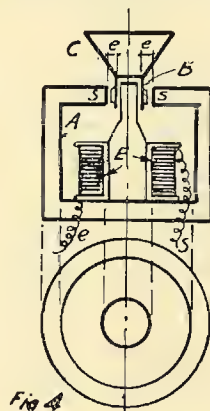

Fig. 4
Abbiamo parlato di perfezione: or bene, essa è praticamente possibile usando un *altoparlante elettrodinamico*. Ne diamo in fig. 4 la disposizione di principio. Si ha essenzialmente un'elettrocalamita cilindrica, le cui polarità sono determinate da un avvolgimento E, di entrata e di uscita s, percorso da una corrente continua detta di eccitazione. Il nucleo centrale di ferro dà, per esempio, un polo Nord (N) e la carcassa cilindrica un polo Sud (S), o al contrario, secondo il senso della corrente nella bobina di eccitazione E.
Ne risulta che si ha un intraferro circolare e (fig. 4) che diventa allora sede di un intenso campo magnetico. Si colloca in questo campo una *bobina mobile* avvolta su un prolungamento cilindrico del cono diffusore c. Questa bobina di entrata e di uscita A, B riceve la corrente di B. F. attraverso un trasformatore abbassatore di tensione (non compreso nella figura). Quando la detta bobina mobile è percorsa da una corrente telefonica, diventa sede di un campo magnetico che agisce in concordanza o in opposizione col campo dell'intraferro, per la qual cosa esso è *aspirato* o, al contrario, *respinto*, secondo le variazioni e il senso della corrente musicale.
Prima di indicare i modi di eccitazione dei dinamici, citeremo, per terminare la nostra classificazione, gli *altoparlanti elettrodinamici a calamita permanente*. In questi, l'elettrocalamita E della fig. 4 è sostituita da una grossa calamita. Tuttavia, è difficile ottenere con questo mezzo campi molto intensi, almeno senza arrivare a dimensioni eccessive. Una soluzione in questa materia non si potrà ottenere che con l'uso di acciai speciali (al cobalto), naturalmente, molto costosi.
L'eccitazione (corrente nell'avvolgimento E della fig. 4) può avvenire a *bassa* o ad *alta tensione*, in *continua* o in *alternata raddrizzata*.